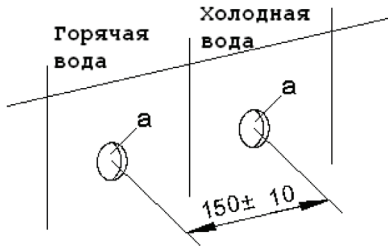

Рис. 4
1. Выводы горячей и холодной воды (а) с G1/2 внутренней резьбой должны быть установлены с расстоянием между центрами 150 ± 10 мм, убедитесь, что центральная линия расположена строго горизонтально и вертикально к стене. Левый вывод – труба с горячей водой, правый вывод – труба с холодной водой (рис.4)